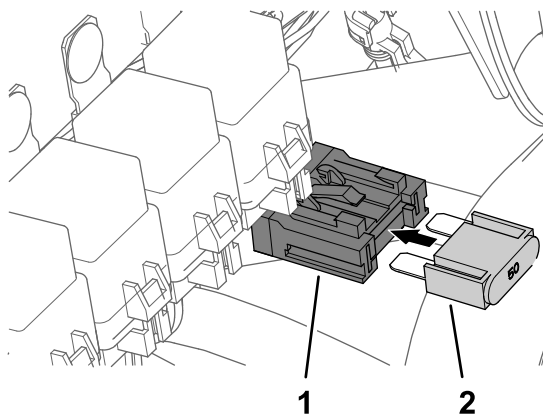

Figura 232
- Inserte el fusible (50 A) en el bloque de fusibles en línea del arnés de fumigación del kit hasta que el fusible esté correctamente asentado (Figura 232).